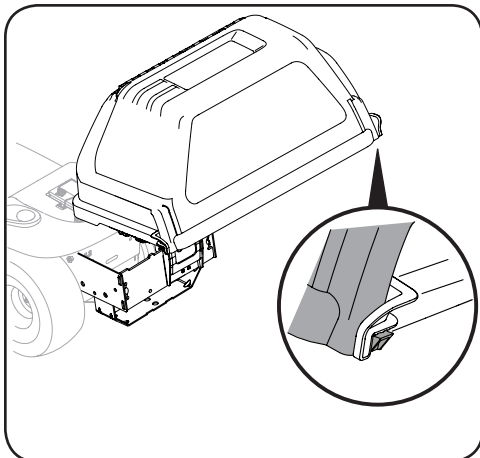

Figura 4-16
6. Gire la cubierta de la embolsadora superior hacia abajo para cerrar el accesorio, oprimiendo las lengüetas posteriores del lado derecho y del lado izquierdo y trábelas en su lugar debajo de las muescas de cada lado. Compruebe que encajen perfectamente. Consulte la Figura 4-16.